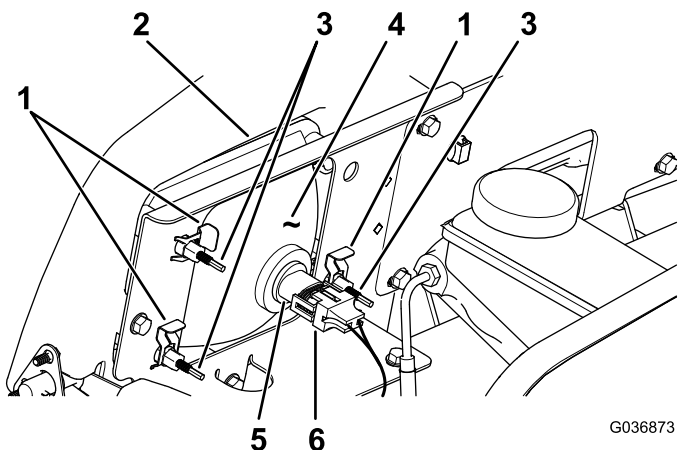

Figura 52
- Desligue o conector el trico para a cablagem do conector do conjunto da lâmpada (**Figura 52**).
- Retire os cliques r pidos que fixam o farol ao respectivo suporte (**Figura 52**).
- Retire o conjunto do farol movendo-o para a frente atrav s da abertura no p ra-choques dianteiro (**Figura 52**).
- Instale o novo farol atrav s da abertura no p ra-choques (**Figura 52**).
- Ligue o conector el trico para a cablagem ao conector do conjunto da lâmpada (**Figura 52**).
2. Na parte traseira do conjunto de faróis, rode os parafusos de ajuste (Figura 52) para inclinar o conjunto dos faróis e alinhar a posição do feixe.